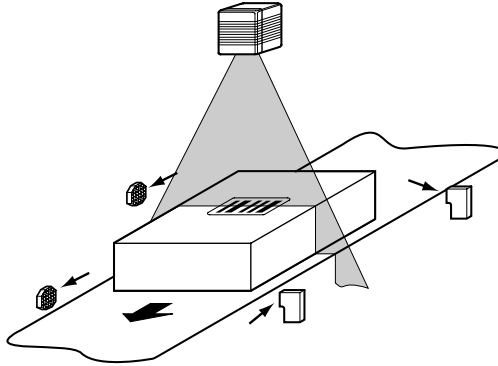

Figure 10.2 :Nettoyage des capteurs optiques externes (générateurs d'impulsions de lecture, détection de la hauteur d'objets)
- Lors de génération d'impulsions de lecture externe et/ou de détection de hauteur d'objet par capteurs (par ex. cellules à réflexion sur réflecteur), nettoyer également leurs surfaces optiques utiles (Figure 10.2). Des encrassements peuvent induire un comportement de commutation défectueux.